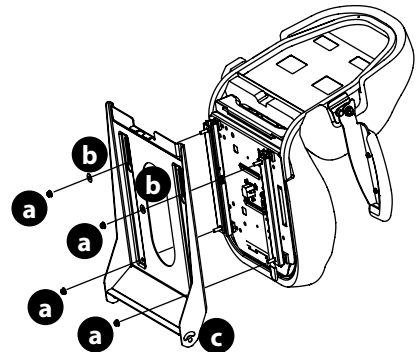

Figura 4
- Para un asiento palanca de ajuste del asiento: use las contratuercas (a) and flat washers (b) (Figura 4).